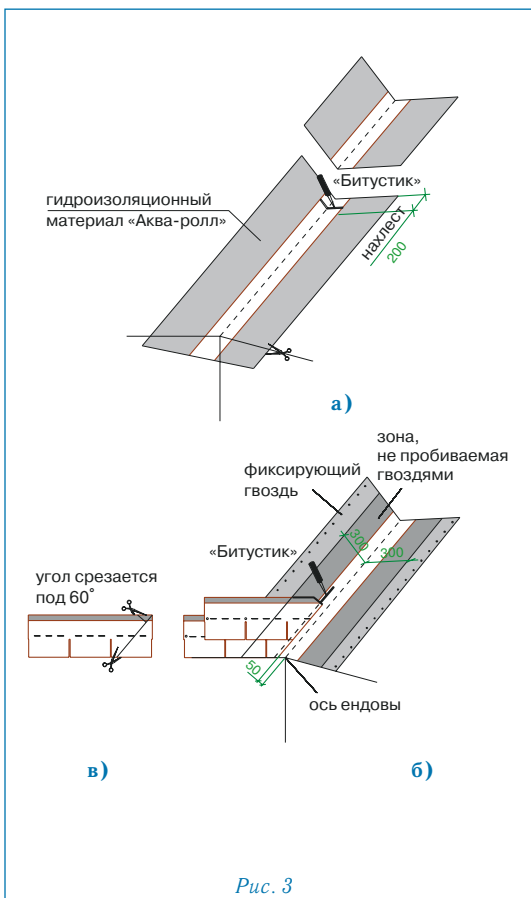

Рис. 3
Ендова (рис. 3)
- ровно по центру ендовы расстилается специальный рулонный материал «Аква-ролл», фиксируется в верхней части двумя гвоздями и обрезается в нижней части по линии карниза (рис. 3а);
Внимание: 1. «Аква-ролл» должен доходить до линии конька и заводиться за нее. **2.** «Аква-ролл» укладывается с нахлестом 20 см, место нахлеста тщательно обрабатывается битумной мастикой «Битустик» (рис. 3а).
- непосредственно перед укладкой в ендову черепицы, защитная пленка с лицевой стороны «Аква-ролла» снимается и на самоклеющуюся поверхность укладываются листы черепицы, обрезанные в соответствии с заранее отбитыми линиями (рис. 3б);
Внимание: 1. Необходимо также подрезать верхний уголок обрезанного края листа (см. рис. 3в) для правильного стока воды.
2. Крепление обрезанного листа к медной части «Аква-ролла» осуществляется при помощи сплошной полосы битумной мастики «Битустик» (рис. 3б).